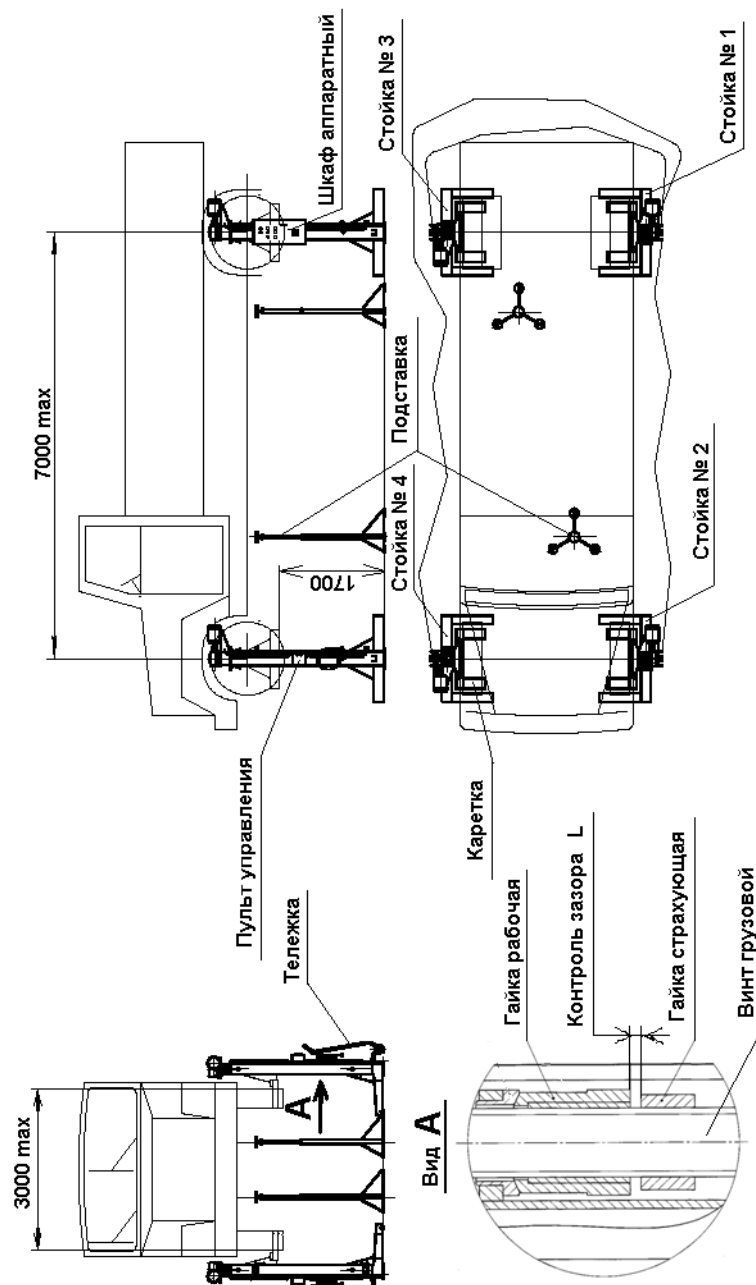
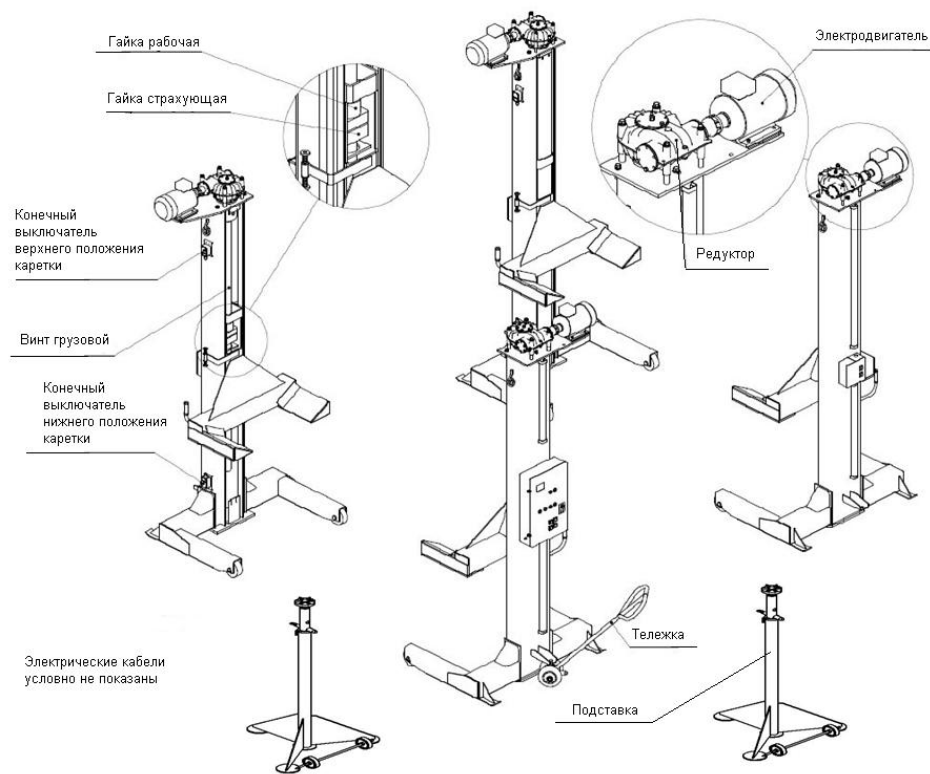

Рис. 1. Подъемник передвижной ПП - 10
Рис. 2. Составные части подъемника передвижного ПП - 10
4.1. Подъемник состоит из четырех стоек (см. Рис.1 и Рис.2), каждая из которых имеет электромеханический привод, каретку, грузовой винт, рабочую и страховую гайки, конечные выключатели верхнего и нижнего положения кареток. На первой стойке установлен шкаф аппаратный, имеющий корпус с панелью электрооборудования, автоматический выключатель, лампочку «Сеть», «Авария», кнопки «Вверх» и «Вниз» для управления первой стойкой и кнопки «Вверх» и «Вниз» для управления всеми стойками одновременно. На остальных стойках установлены посты управления с кнопками «Вверх» и «Вниз» для управления данной стойкой.
- 5.23. При длительном ремонте и обслуживании на подъемнике под раму автомобиля или спец. места автобуса для страховки устанавливать подставки (см. Рис.1 и Рис. 2).